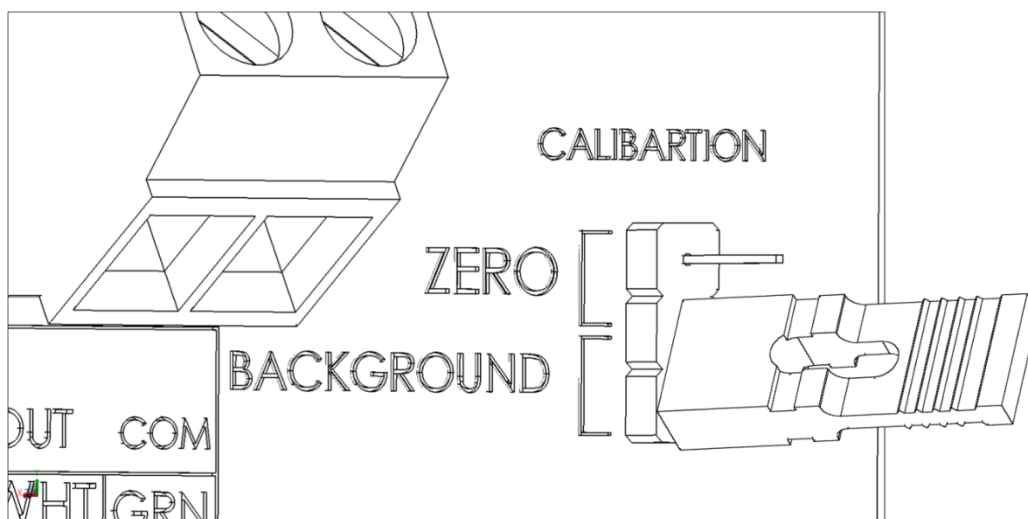

图 15: 短接跳线
5. 使用提供的跳线，短接Background跳线10秒，如图 15.所示。